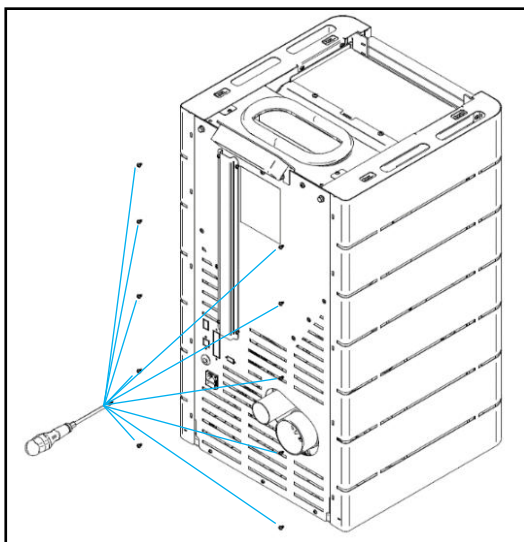

Figura 23 - Fixação envolventes laterais
e) Apertar as laterais na parte posterior utilizando 10 parafusos do kit, tal como demonstra a Figura 23.